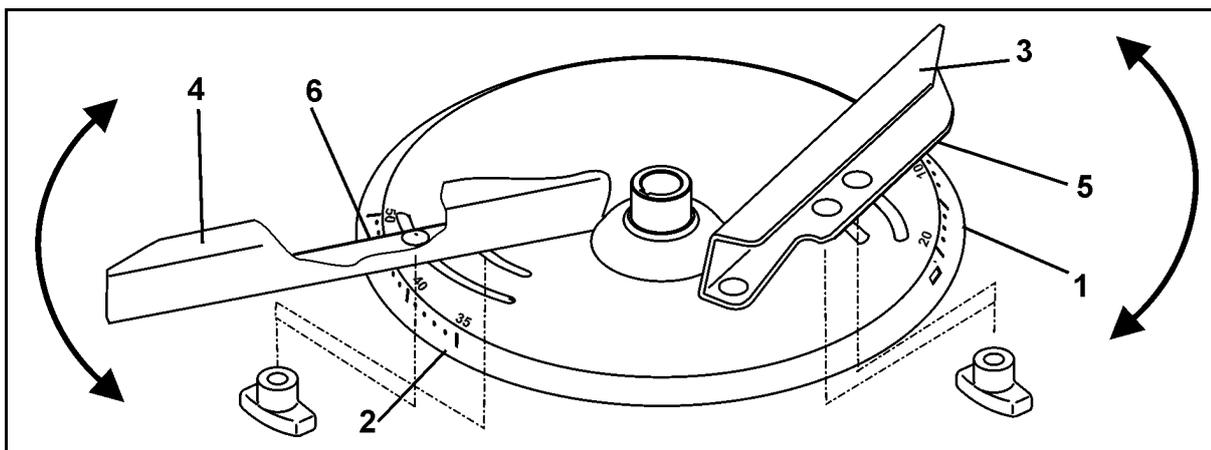

Fig. 61
Per la regolazione esatta, senza utensili, delle singole regolazioni della pala di distribuzione del concime, ogni disco spargitore dispone di due scale diverse, inconfondibili (Fig. 61/1 e Fig. 61/2).
- Alla pala di distribuzione più corta (Fig. 61/3) è associata la scala (Fig. 61/1) con i valori compresi fra 5 e 28 e alla pala di distribuzione più lunga (Fig. 61/4) la scala (Fig. 61/2) con i valori da 35 a 55.
- Rilevare il valore di regolazione della pala di distribuzione corta (Fig. 61/3) sull'angolo di lettura (Fig. 61/5).
- Rilevare il valore di regolazione della pala di distribuzione lunga (Fig. 61/4) sull'angolo di lettura (Fig. 61/6).
- La rotazione delle pale di distribuzione del concime ad un valore numerico superiore della scala (Fig. 61/1 o Fig. 61/2) provoca un aumento della larghezza di lavoro.